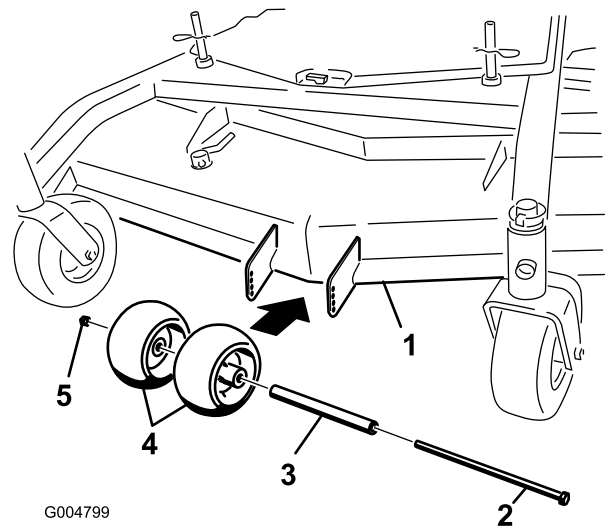

Figura 14
- Después de ajustar la altura de corte, revise los rodillos para asegurarse de que haya una separación mínima del suelo de 10 mm (3/8 pulg.) (Figura 14, Figura 15, Figura 16).
- Si es necesario realizar ajustes, retire el perno, las arandelas y la tuerca (Figura 14, Figura 15, Figura 16).
- Seleccione un taladro para que los rodillos tengan una separación mínima del suelo de 10 mm (3/8 pulg.) (Figura 14, Figura 15, Figura 16).
- Instale el perno y la tuerca (Figura 14, Figura 15, Figura 16).